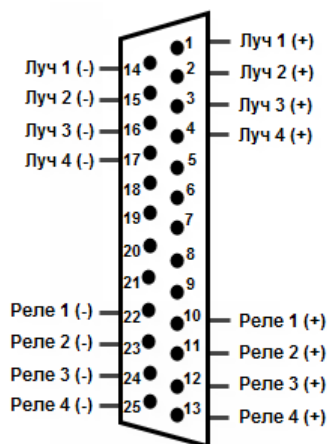

Рис. 2.4—23 Разводка внешнего разъема платы «МО USBIO 4x4»
4. Для подключения лучей и реле распаять разъем, входящий в комплект поставки. Распайка производится в соответствии с разводкой внешнего разъема платы «МО USBIO 4x4» (Рис. 2.4—23).